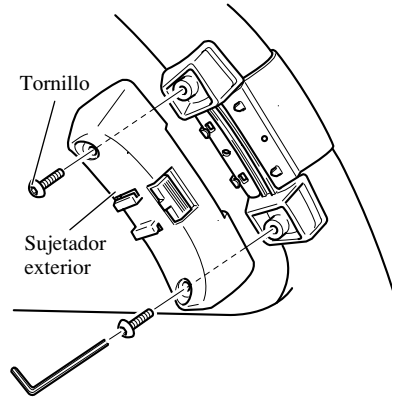

Fig. 10
3. Instale el sujetador exterior en el sujetador interior y asegure con los tornillos. (Fig. 10)